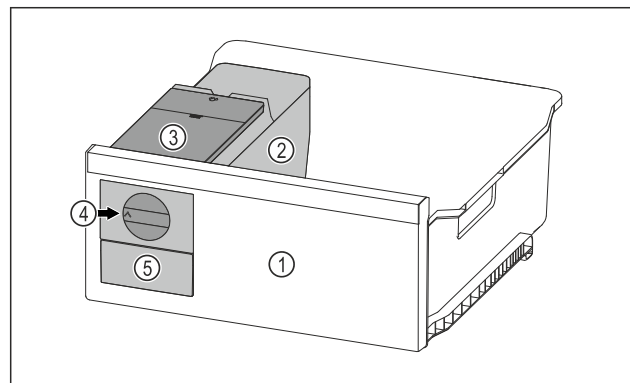

Fig. 149 Ілюстративне зображення
- ▶ Поворотну ручку Fig. 149 (4) повернути за годинниковою стрілкою до упору.
- ▶ Кубики льоду випадають із ванночки для кубиків льоду у висувний ящик для кубиків льоду Fig. 149 (5). Якщо не всі кубики льоду виймаються з ванночки для кубиків льоду: